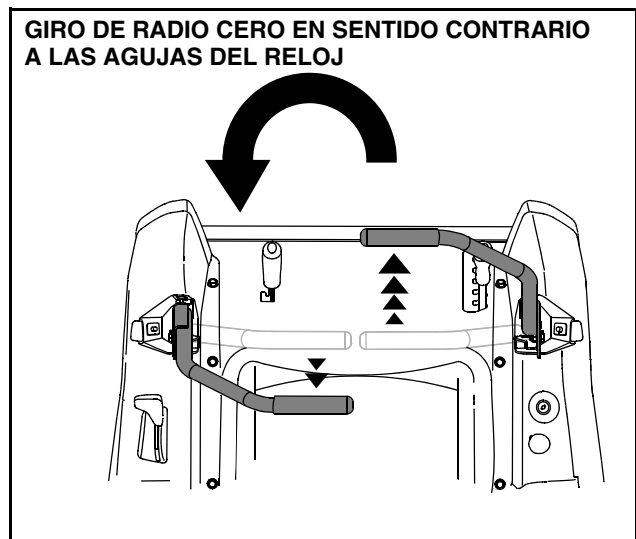

Figura 20
- Para girar en sentido contrario a las agujas del reloj, mueva lentamente la palanca de control del lado derecho hacia adelante mientras mueve simultáneamente la palanca de control izquierda hacia atrás. Vea Figura 20.